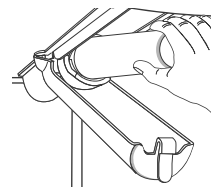

Fig.9 Boîtier du filtre et filtre
- Tournez doucement le filtre dans le sens des aiguilles d'une montre jusqu'à ce qu'il s'arrête, puis fermez le couvercle du boîtier du filtre (reportez-vous à l'illustration Figure 9).